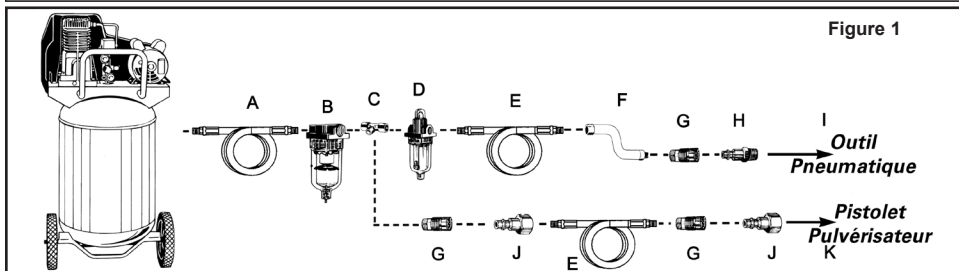

Figure 1
- Branchez l'outil au raccord rapide du tuyau d'air. **REMARQUE : Il est recommandé d'utiliser un tube flexible à raccordement à pivot (P012-0079SP - non inclus) afin d'empêcher que le tuyau d'air ne s'entortille ou ne se plie et de prévenir son usure excessive (voir la Figure 1 pour les connexions recommandées).**
Pour conserver le rendement optimal du moteur pneumatique, il faut le lubrifier à chaque utilisation. Des résidus de poussière, de saleté et d'huile se logeront à l'intérieur de l'outil et en réduiront le rendement. Un huilier sur canalisation est recommandé pour lubrifier automatiquement l'outil de façon adéquate (voir Figure 1). Si ce dispositif n'est pas disponible, il est possible de lubrifier l'outil manuellement par l'orifice d'admission (voir Figure 4).